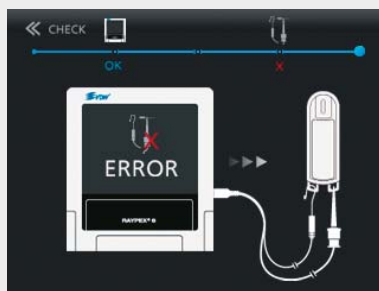

Abb. 35 Zubehör ERROR
- Der CHECK der Kabel startet automatisch, und die Ergebnisse – entweder OK (Abb. 34) oder ERROR (Abb. 35) – werden auf dem Bildschirm angezeigt.